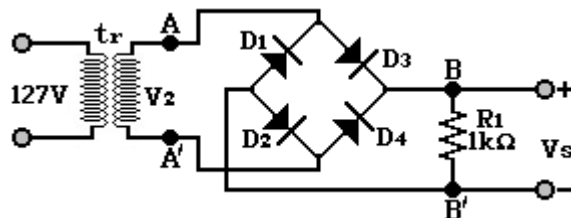

Figura 2.2
5. Arme el circuito de la figura 2.2 utilizando una terminal del transformador y el **TAP central**.